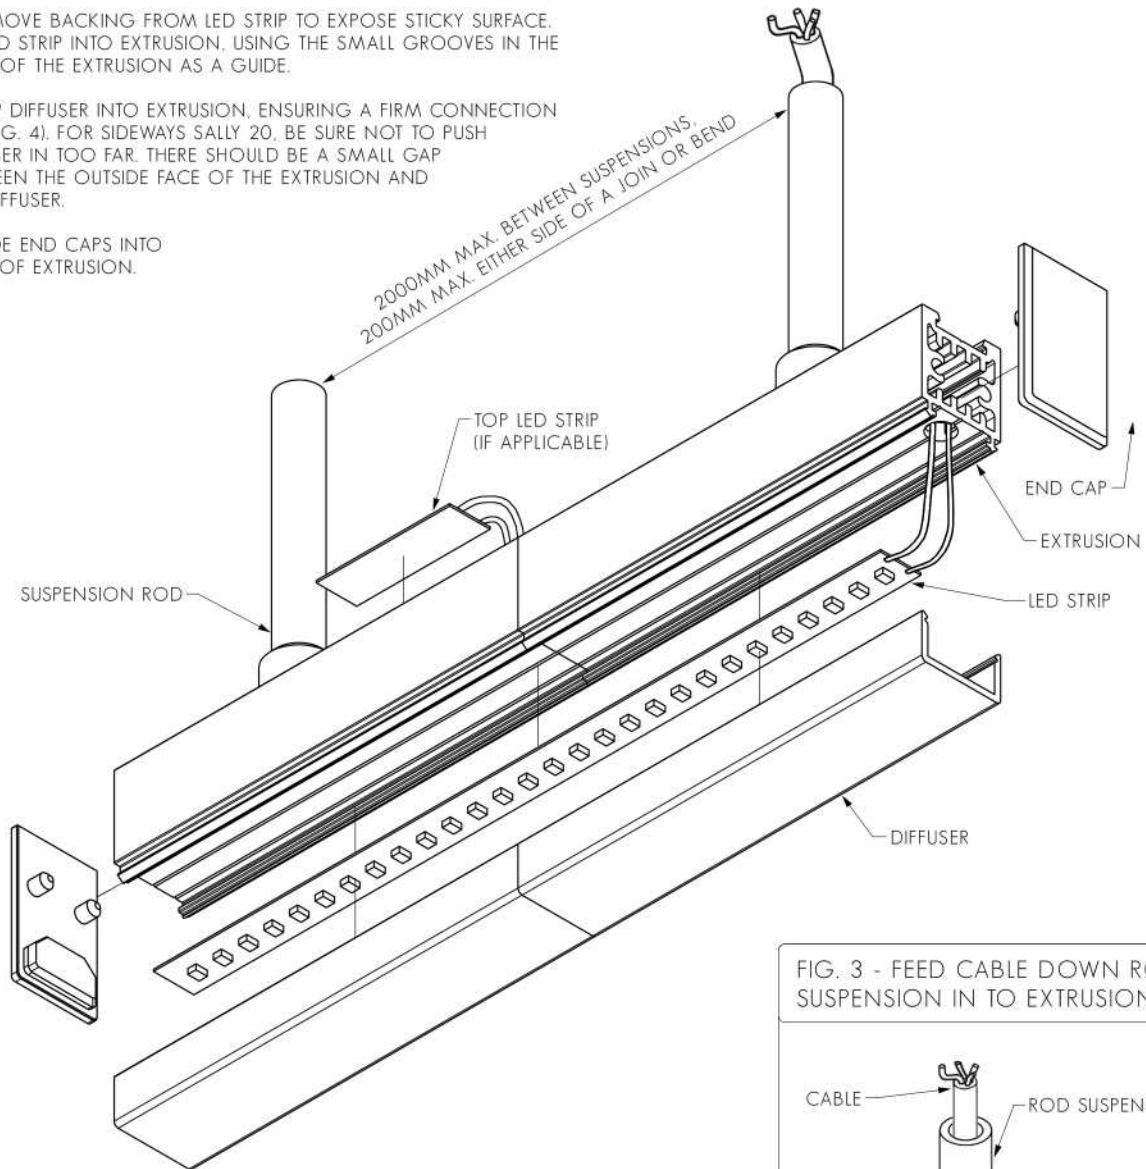

FIG. 3 - FEED CABLE DOWN ROD SUSPENSION IN TO EXTRUSION
1. FEED LED STRIP TAILS (OR CABLE) THROUGH ROD SUSPENSION AND DOWN INTO EXTRUSION (SEE FIG. 3).